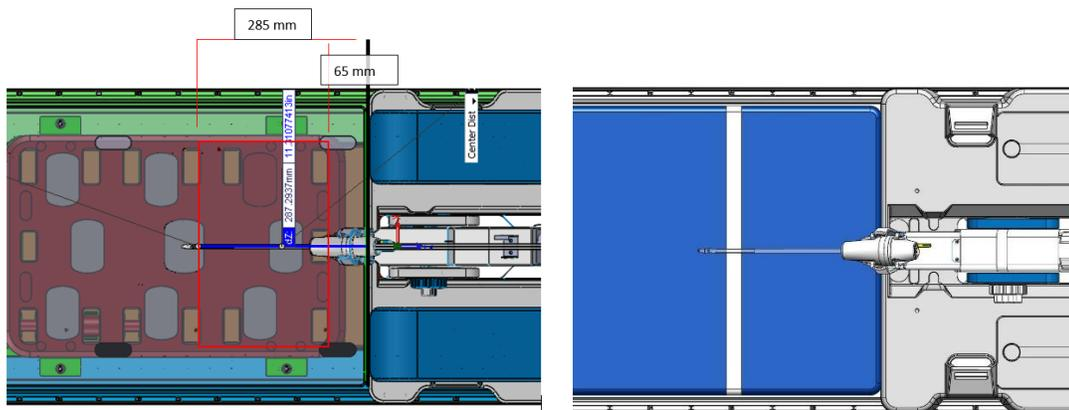

Figure 27 : Centrage et alignement des bobines sur la prostate
3. Positionner le patient de façon à ce que la prostate soit centrée sur la bobine d'imagerie postérieure ou la bobine Spine et alignée sur la même ligne verticale. La *Figure 27* illustre les mesures effectuées sur le bord du support de bobine pour aligner et centrer les bobines sur la prostate.